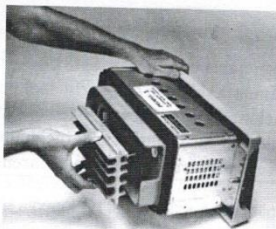

Figura 24: Desmontaje del calefactor
6. El calefactor es desenchufable y hermético para lavar y desinfectar como indica la Figura 24: Desmontaje del calefactor